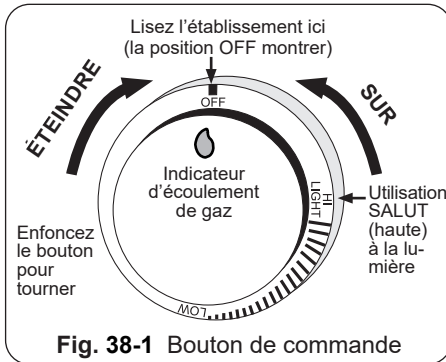

Fig. 38-1 Bouton de commande
**Pour votre convenance et sûreté ; quand le bouton de commande est tourné a la position de fonctionnement, l'indicateur d'écoulement de gaz changera de bleu en le rouge. (Le rouge indique l'écoulement de gaz.) Voir la Fig. 38-1.**